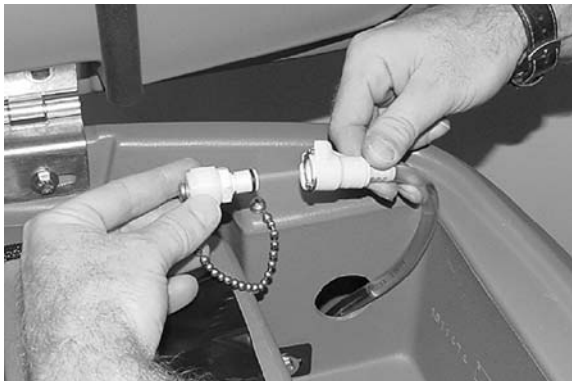

FIG. 60
- Lorsque vous avez terminé, connectez le tuyau d'alimentation sur le bouchon de stockage (Figure 60).